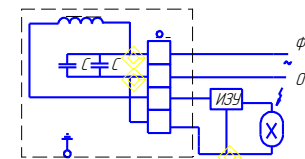

Рис. 2
8.2 Для подключения аппарата к сети и лампе нужно: а) снять крышку, отвернув винты; б) пропустить кабели через ниппели и произвести монтаж согласно схемы, указанной на рис. 2; в) установить крышку в первоначальное положение, закрутив винты.